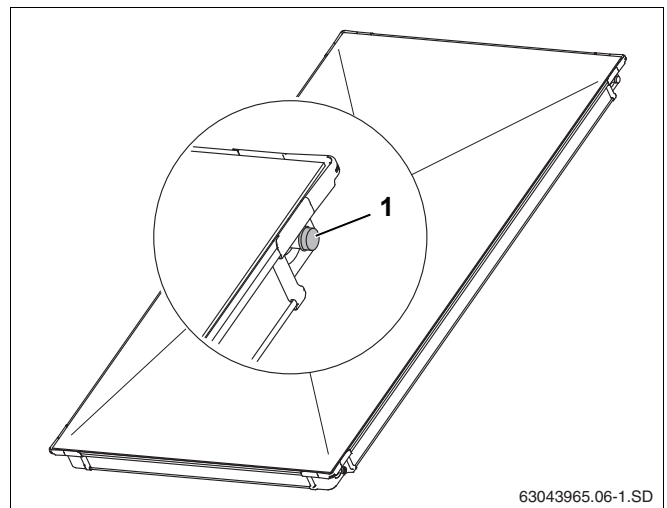

Рис. 6 Крышки на штуцерах коллектора
- ▶ Снимите пластмассовые крышки (рис. 6, **поз. 1**) только непосредственно перед монтажом.